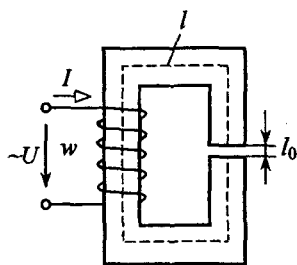

Рис. 2.16
**Задача 2.18.** Катушка с сердечником из электротехнической стали 1511 питается синусоидальным напряжением  $U = 127 \text{ В}$ ,  $f = 50 \text{ Гц}$  (рис. 2.16). Сердечник имеет сечение  $S = 10 \text{ см}^2$ , длину средней магнитной линии  $l = 17,5 \text{ см}$ . Число витков обмотки  $w = 572$ . Кривая намагничивания стали дана в задаче 2.6.
**Задача 2.19.** Как изменятся ток в обмотке дросселя (рис. 2.16) и его индуктивность при увеличении воздушного зазора в ферромагнитном сердечнике, если амплитуда и частота питающего напряжения неизменны?